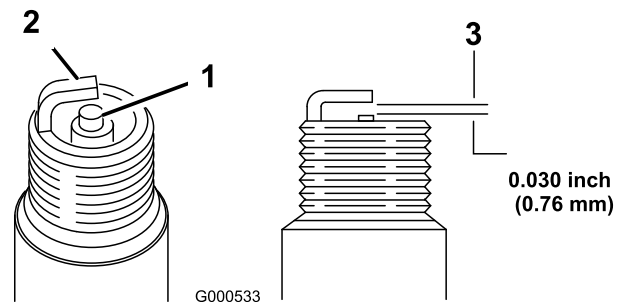

Figure 21
- Réglez l'écartement des électrodes à 0,76 mm (0,030 po) (Figure 21).